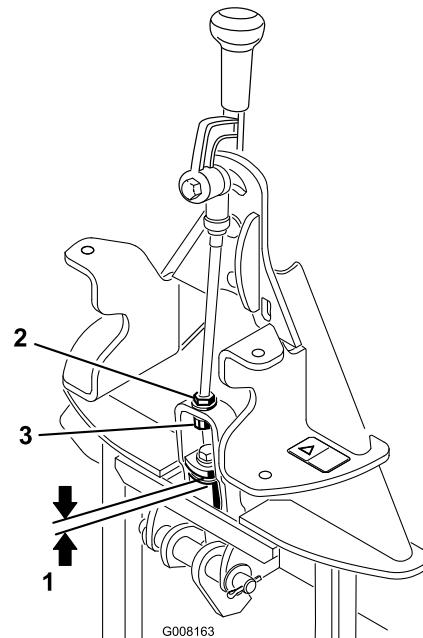

Figura 5
2. Meça a folga entre a anilha superior e o espaçador do conjunto articulado no adaptador de acessórios, como se indica na **Figura 5**.